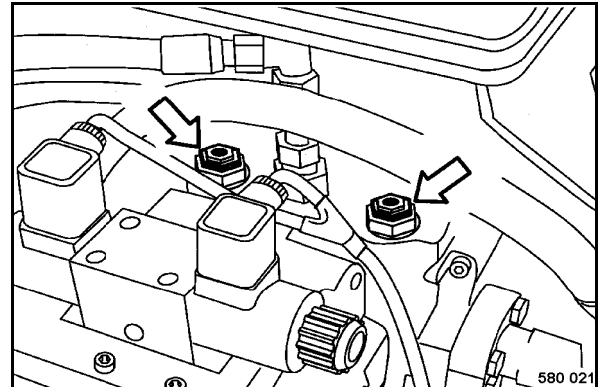

fig. 109
- Dévisser les six pans du milieu des deux clapets (fig. 109) d'env. 2 à 3 tours.